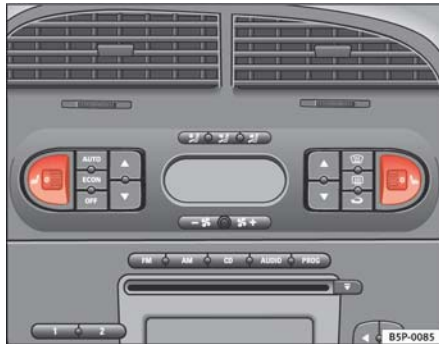

Fig. 87 Ruedecillas moleteadas de la calefacción de los asientos delanteros
- Gire la ruedecilla correspondiente ⇒ **fig. 87** para encender la calefacción del asiento. En la posición **0** la calefacción del asiento está desconectada.